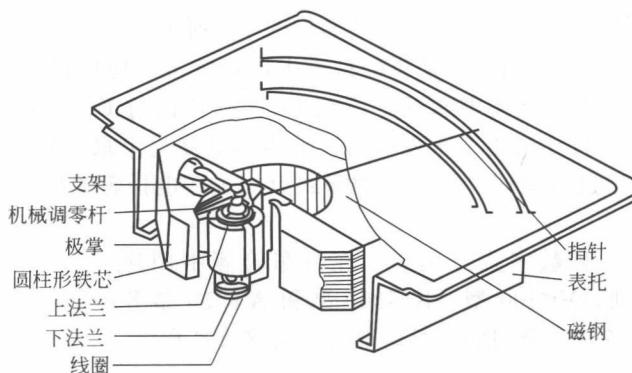

图 1-3 指针式万用表的表头
(1) 指针式万用表的结构 指针式万用表主要由磁电式表头、面板、功能转换开关、测量线路、调零旋钮、插孔、表笔和外壳等组成。
① 万用表表头一般采用高灵敏度的磁电式结构。主要由磁头、游丝、表针（指针）等组成，如图 1-3 所示。表头的灵敏度越高，万用表的性能也越好。